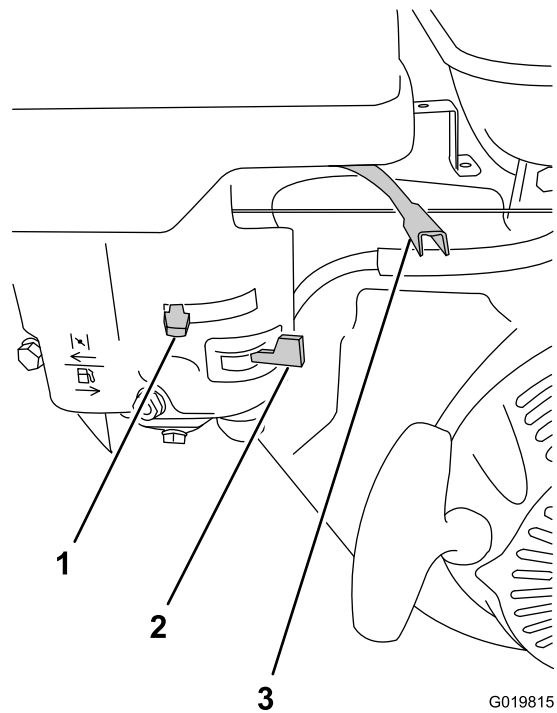

Figure 35
2. Tournez le robinet d'arrivée de carburant complètement à droite en position OUVERTE (Figure 35).
3. Réglez la commande de starter à la position EN SERVICE (Figure 35).
1. Placez la commande d'accélérateur à la position MIN (Figure 35).